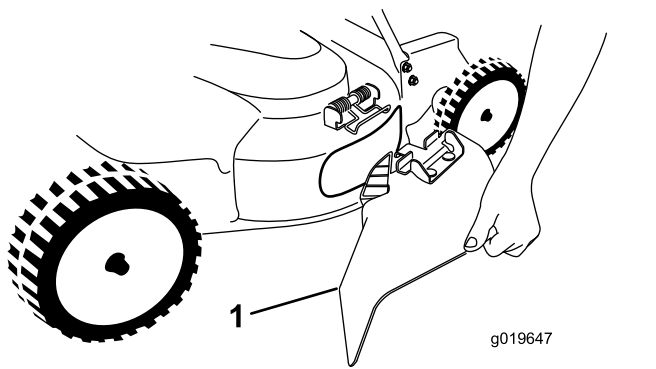

Figura 26
5. Para instalar el conducto de descarga lateral (Figura 26), tire hacia arriba del muelle, coloque el conducto sobre la abertura, y baje el muelle sobre las pestañas de la parte superior del conducto de descarga.